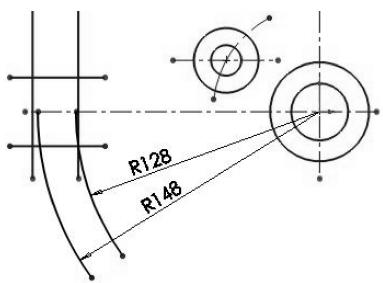

图 2-144 绘制圆弧
- 11 使用【圆弧】工具，采用【圆心/起/终点】类型在图形区绘制两条半径分别为 148 和 128 的圆弧，如图 2-144 所示。